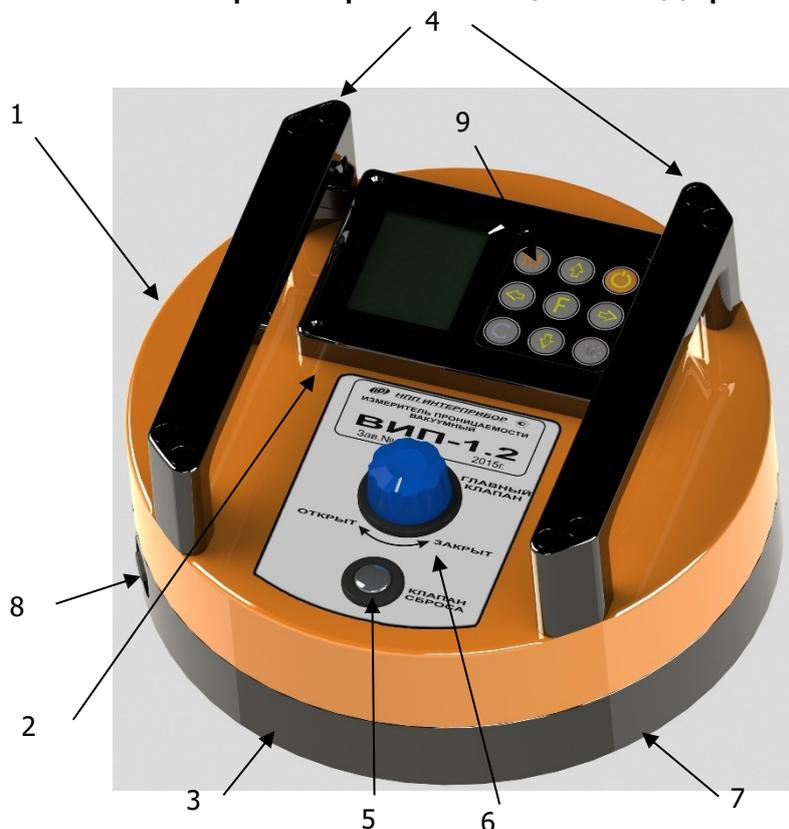

Рисунок 1.1 - Внешний вид прибора.
Прибор (Рисунок 1.1) представляет собой моноблочное устройство, в котором объединены измерительный блок **1**, встроенный вакуумный насос (на рисунке не показан) и электронный блок **2**.
4.5.4 Пункт главного меню **АТМОСФЕРНОЕ ДАВЛЕНИЕ** позволяет перед каждым испытанием измерять и сохранять в памяти прибора величину атмосферного давления, необходимого для корректного вычисления параметров проницаемости. При открытом клапане 7 (Рисунок 1.1), нажав кнопку , электронный блок сохранит текущее значение атмосферного давления. При нажатии кнопки  или  прибор выйдет в главное меню.
После нажатия кнопки **М** начнется запись процесса измерения давления, и прибор выдаст сообщение о необходимости «**Открыть клапан**». Одновременно с этим будет запущен таймер обратного отсчета времени, в течение которого нужно нажать кнопку 6 с маркировкой «**Главный клапан**» (рисунок 1.1). Откроется клапан 7, находящийся на нижней поверхности прибора.